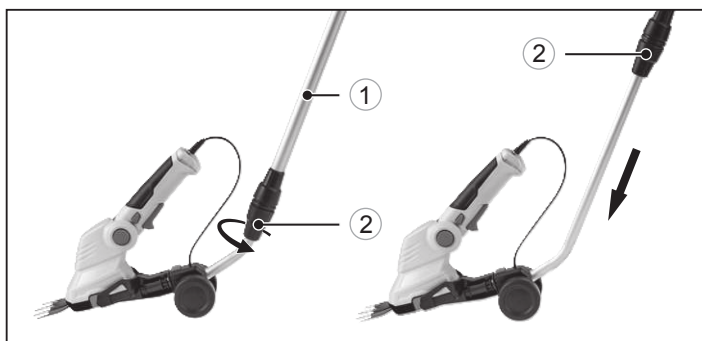
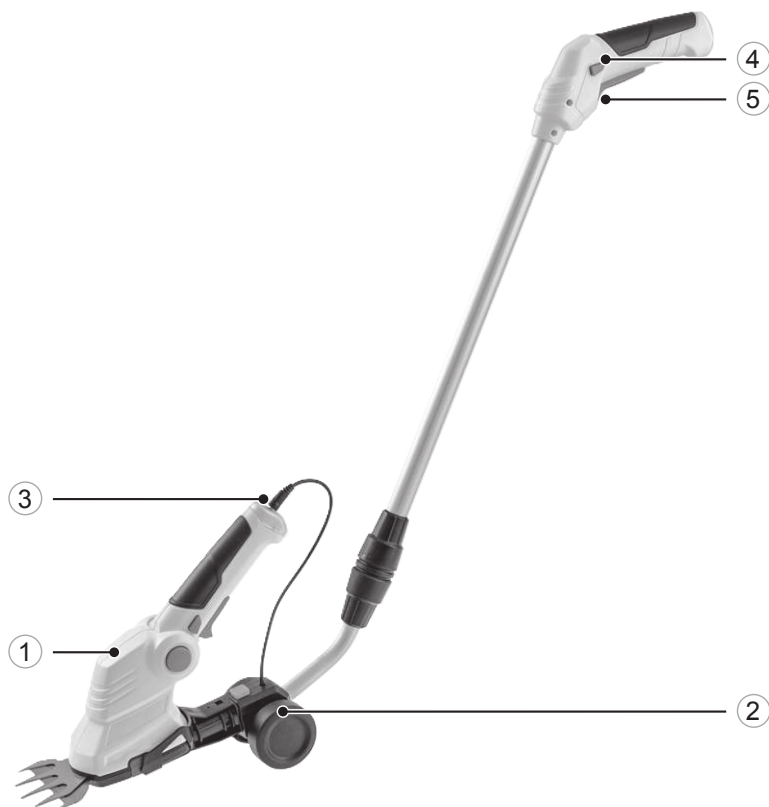

рис. 8
рис. 9
Для регулировки телескопической рукоятки возьмите трубку (1) одной рукой и ослабьте гайку регулировки (2) другой рукой (рис. 8). Подберите необходимую длину телескопической рукоятки, а затем закрутите регулировочную гайку (2). Присоедините устройство (1) к телескопической рукоятке с колесным блоком (2) и подключите к нему кабель управления (3) (рис. 9). Для использования устройства удерживайте кнопку снятия блокировки (4) (рис. 9) и нажмите кнопку запуска (5). Затем можете отпустить кнопку блокировки (4) (рис. 9). После того как вы завершите работу и отпустите кнопку запуска устройства (5), ножницы-кусторез вновь будут заблокированы.